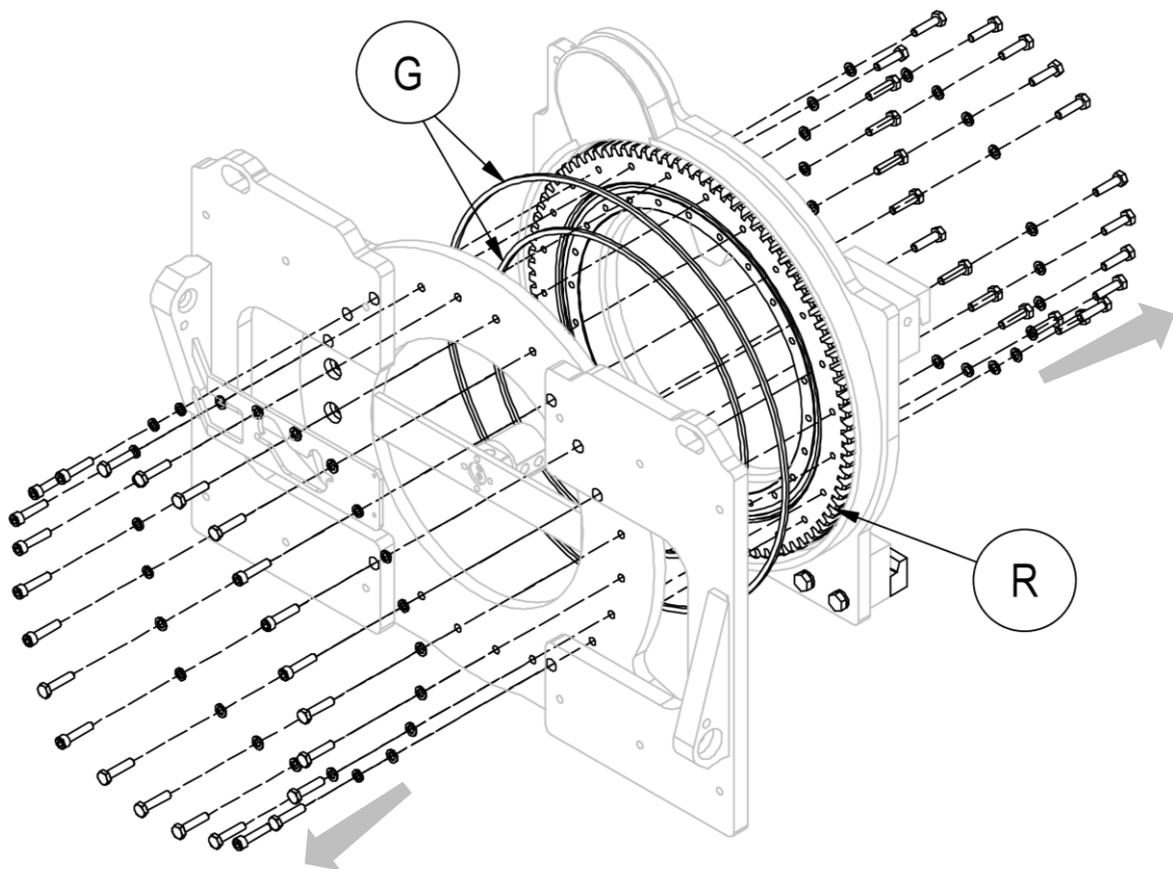

Abbildung 35
5. Nehmen Sie das vordere Teil des Drehgeräts weg und achten Sie darauf, dass alle Teile ausreichend gestützt sind, um den Vorgang sicher durchzuführen (siehe *Abbildung 35*).
6. Um den Drehkranz **R** zu entfernen, müssen auch die Schrauben an der Rückseite des Geräts abgeschraubt werden (siehe *Abbildung 35*).